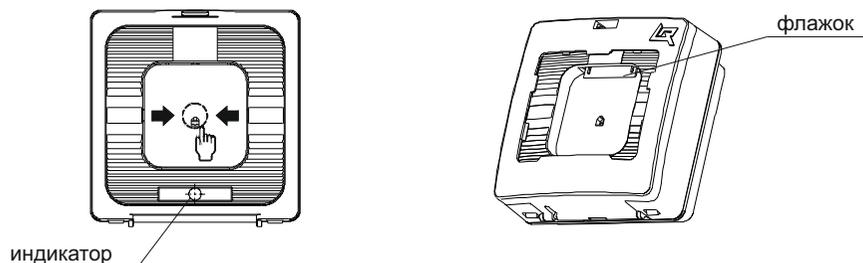

Рисунок 1
б) нажатие на приводной элемент (кнопку) (Рисунок 1, раздел 6).
5.1 УДП представляет собой адресное устройство, формирующее сообщение о событии при нажатии на кнопку. Выпадающий цветной флажок является визуальным подтверждением нажатого состояния кнопки УДП (Рисунок 1).